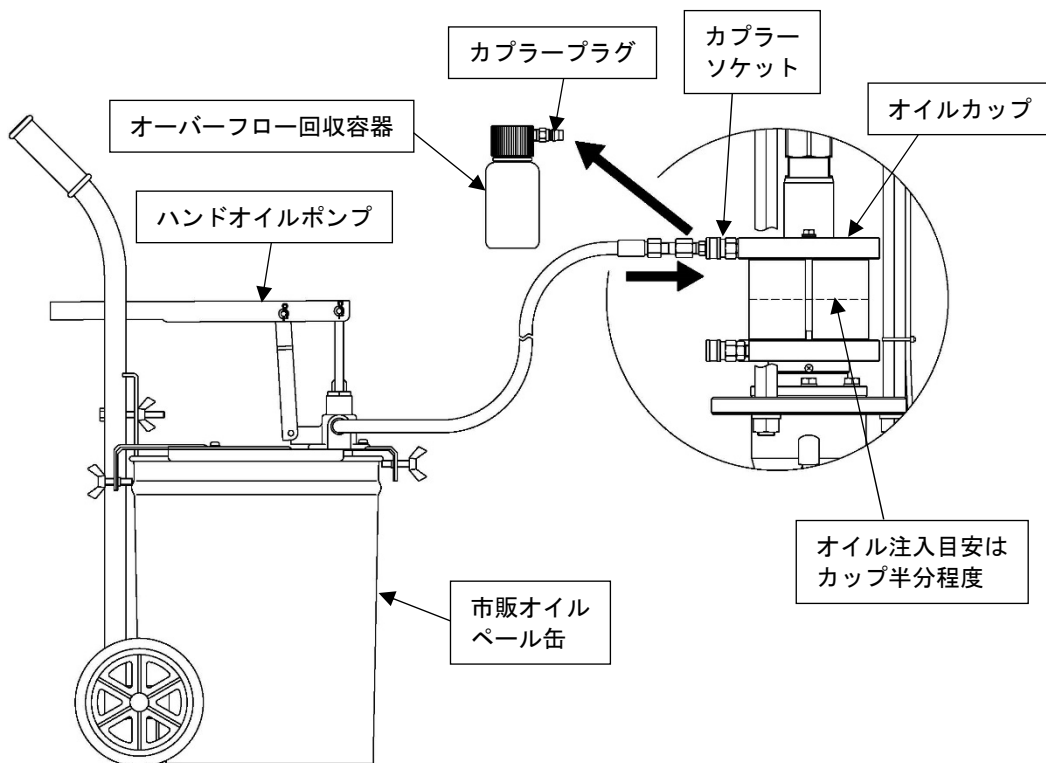

Fig.5
- 2) 専用ハンドオイルポンプ HOP-20W（別売、品番 853263）からのホースを、上側カプラーソケットに接続してください。（Fig.5）